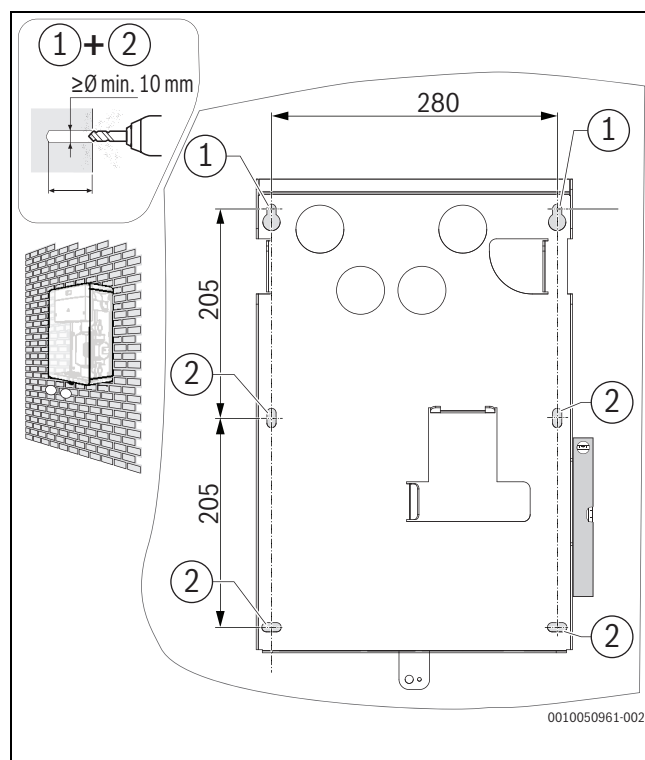

Fig. 16 Plan de perçage pour l'option 2
- Percer les trous dans le mur selon le plan de perçage (→Fig. 16).